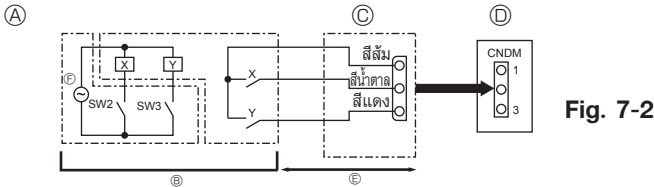

Fig. 7-2
⑧ แหล่งจ่ายไฟสำหรับรีเลย์
7.2. ฟังก์ชัน Demand (การปรับเปลี่ยนหน้างาน) (Fig. 7-2)